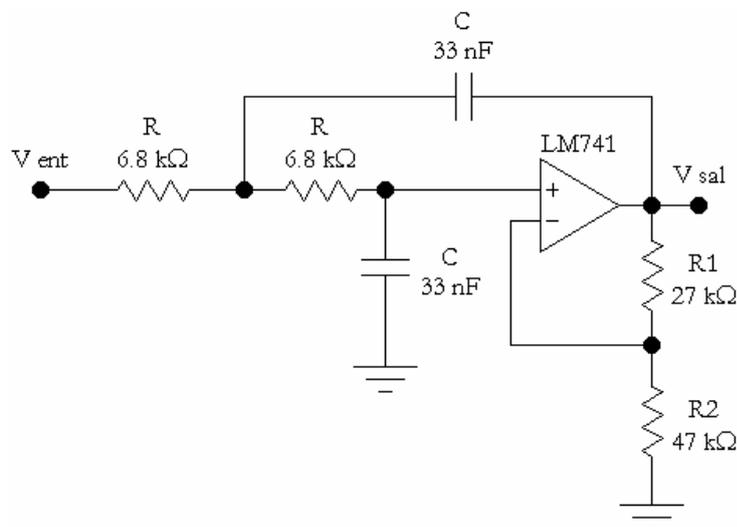

Figura 2
- 2.1. Armar el filtro pasa-bajo de dos polos que se muestra en la Figura 2.
- 2.2. ¿Cuál es la frecuencia de corte del filtro de la Figura 2?